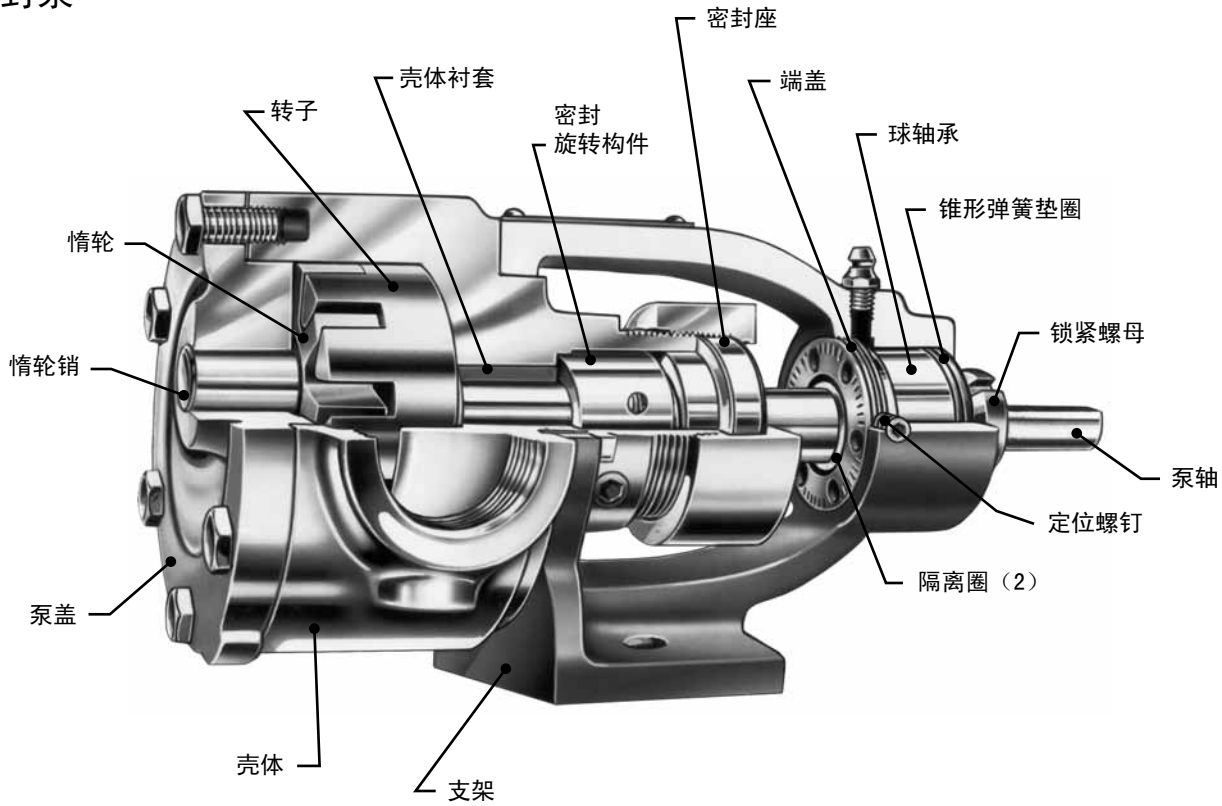
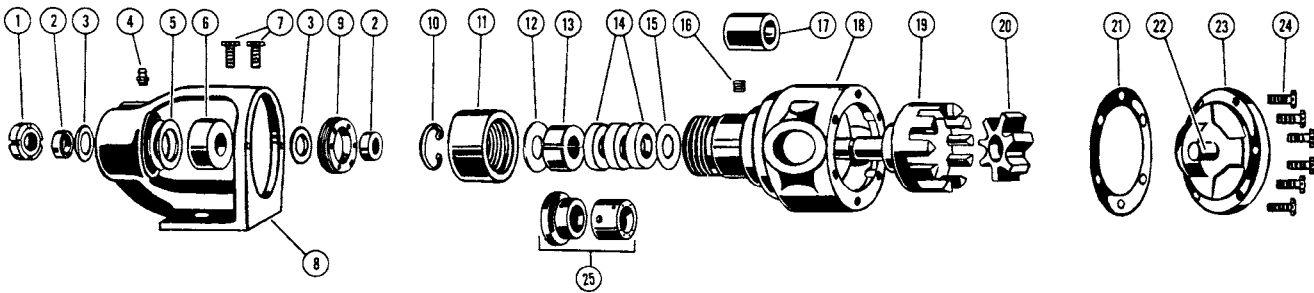

图2
图3
4. 减压阀调整螺帽必须**始终**指向泵的吸入侧。如果泵的旋转方向逆转、则拆下减压阀、并反向安装。**请参考第一页的图1和第二页的图2和图3。**
1. **注意：**当把泵盖从泵体上拆卸下来（见图2）时、惰轮通常会位于惰轮销上、但若泵盖内侧向下倾斜、则惰轮会脱离惰轮销。若惰轮掉落在坚硬物体表面上、则可能会受到损坏。若惰轮有掉落的可能、则要仔细检查、并在重新组装前锉平或磨光所有有刻痕或粗糙的地方。